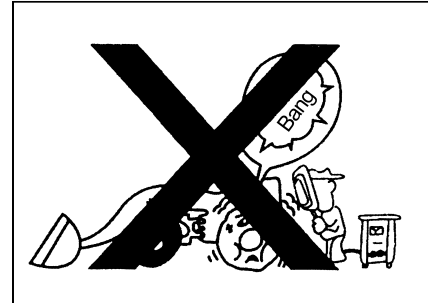

Рис. 2-24
- При сварке около шины, ввиду возможности взрыва шины, следует обратить особое внимание на это. (Рис. 2-24)